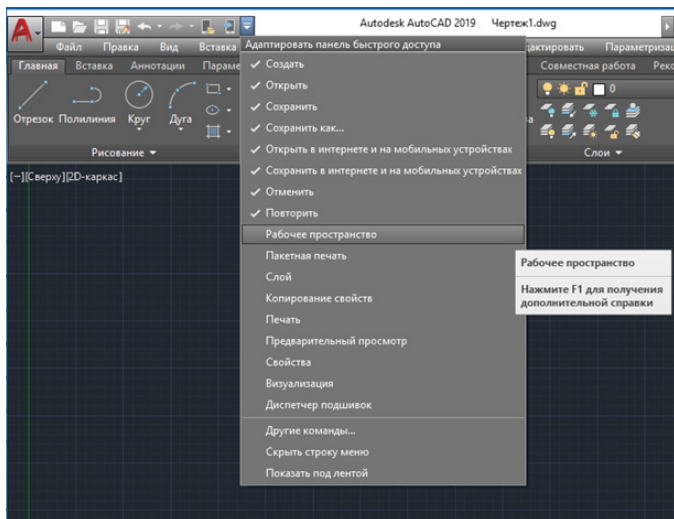

Рис. 5. Список команд на *Ленте быстрого доступа*
- 1) *Рабочее пространство* в списке на *Ленте быстрого доступа* (рис. 5);